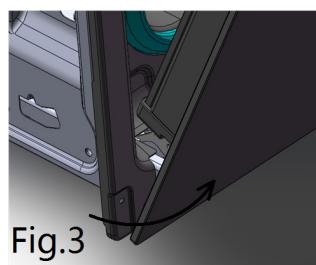
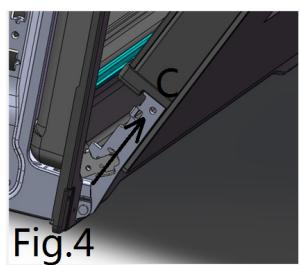

Fig.3
Fig.4
- Sostenga la puerta como se muestra en la fig.3
- Cierre suavemente la puerta (fig.3) hasta que las palancas de bisagra izquierda y derecha A estén enganachadas a la parte B de la puerta (fig.4).
- Retire los ganchos de las bisagras de su ubicación siguiendo la flecha C (fig.4); Apoye la puerta sobre una superficie blanda;